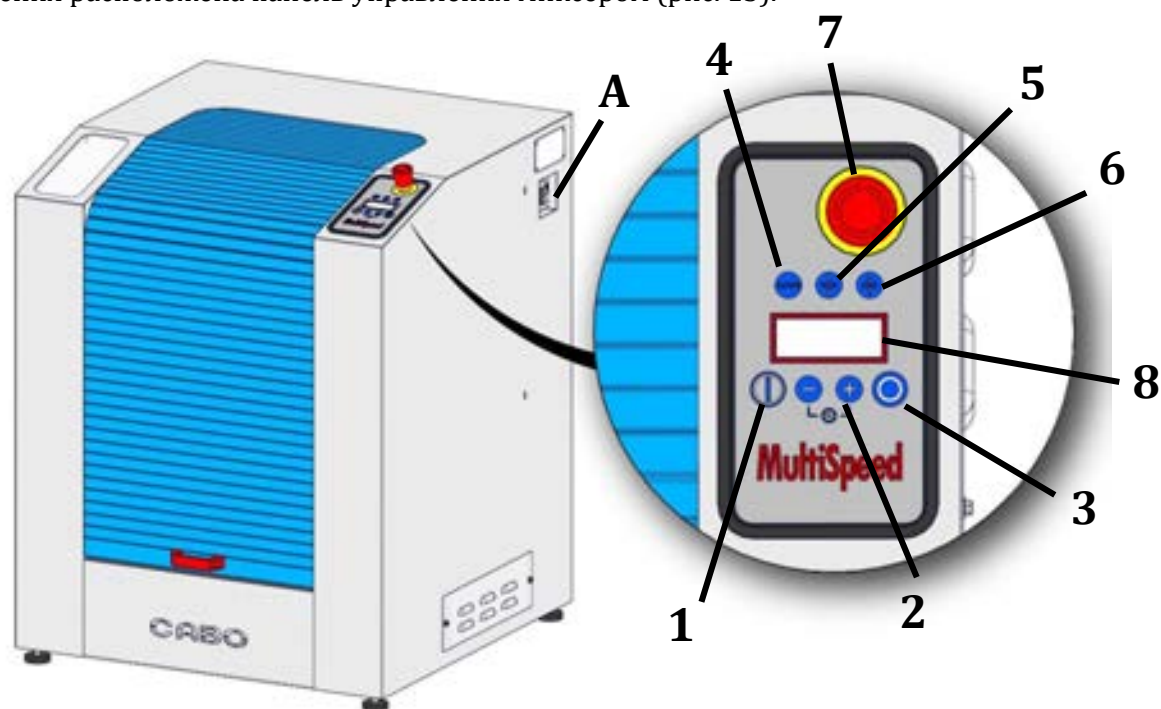

Рис. 13: Панель управления
Помимо выключателя ON/OFF на стороне миксера (А) и аварийной кнопки остановки (7) на панели управления расположена панель управления миксером (рис. 13).